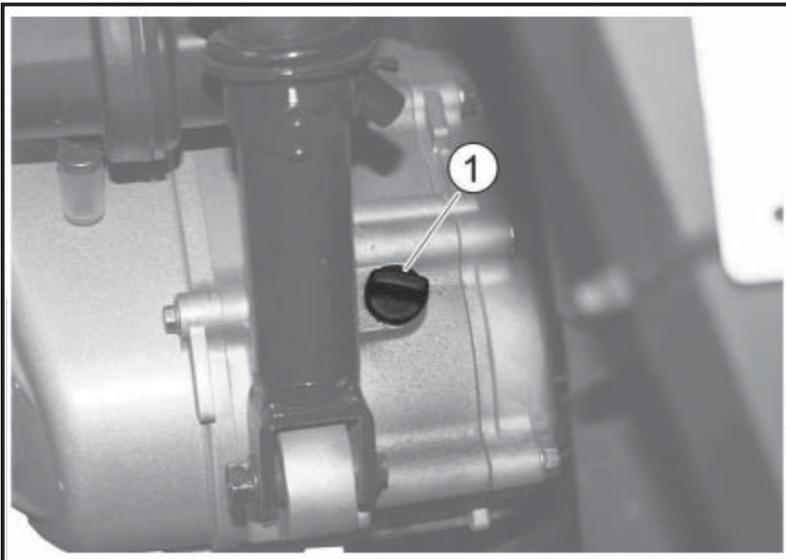

Fig. 01
- Dévisser le bouchon «1- Fig. 01».